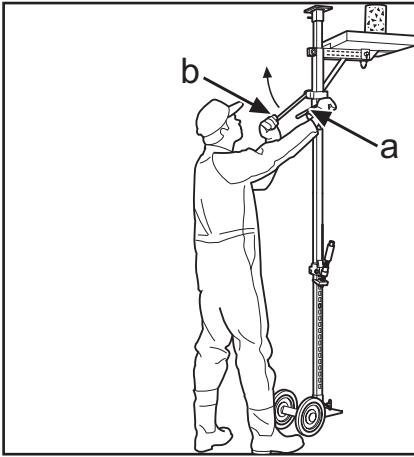

Fig. 3
3. Spingere il raccoglitore verso il soffitto in modo da raccogliere liquido refrigerante e anima (a) (fig. 3). Fissare con la manopola di bloccaggio.
3. Den Sammelbehälter zur Decke hochfahren, damit Kühflüssigkeit und Bohrkern gesammelt werden (a) (Abb.3). Mit dem Griff verriegeln.
3. Pousser le collecteur contre le plafond afin que le liquide de refroidissement et le noyau extrait puissent être recueillis (a) (fig.3). Verrouiller à l'aide de la poignée de verrouillage.
3. Schuif de opvangbak tegen het plafond zodat koelvloeistof en boorkern worden opgevangen (a) (Fig.3). Zet vast met de borgknop.